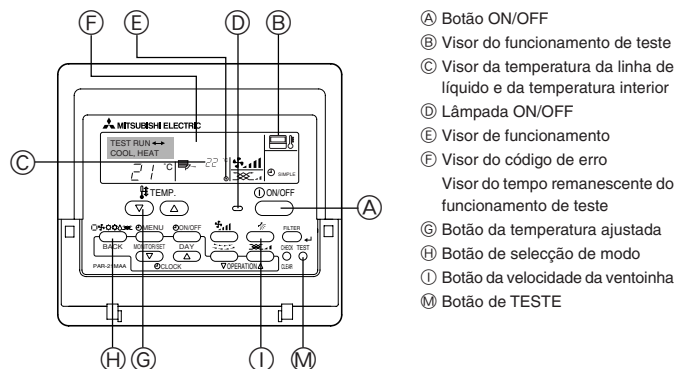

Fig. 7-1
7.2.1. Utilizar o controlo remoto com fio (Fig. 7-1)
- ① Ligue a alimentação pelo menos 12 horas antes do ensaio.
- ② Prima o botão [TEST] duas vezes. ➔ visor de cristal líquido "TEST RUN" (Teste)
- ③ Prima o botão [Mode selection] (Modo de selecção). ➔ Certifique-se de que está a sair vento.
- ④ Prima o botão [Mode selection] e mude para o modo de arrefecimento (ou aquecimento). ➔ Certifique-se de que é soprado vento frio (ou quente).
- ⑤ Prima o botão [Fan speed] (Velocidade do Vento). ➔ Certifique-se de que a velocidade do vento é mudada.
- ⑥ Verifique o funcionamento da ventoinha da unidade exterior.
- ⑦ Saia do ensaio ao premir o botão [ON/OFF]. ➔ Stop
- ⑧ Registo de um número de telefone.